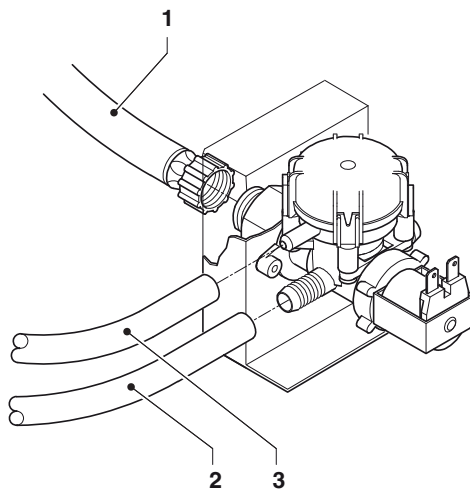

Fig. 21
Utilizando un tubo de diámetro interno mínimo de 6 mm (disponible también como kit) apto soportar la presión de red y de tipo adecuado para alimentos, conecte la red de agua con el racor $\frac{3}{4}$ " de la electroválvula de entrada de agua (véase la fig. 21).
La electroválvula de entrada de agua (véase la fig. 21) incluye un dispositivo antiinundación que permite bloquear mecánicamente la entrada de agua tras un avería de funcionamiento de la electroválvula o del mecanismo de control del nivel de agua en la caldera.
- afloje el racor que fija el tubo de alimentación de la electroválvula para descargar la presión de red residual y vuelva a apretarlo (véase la fig. 21);